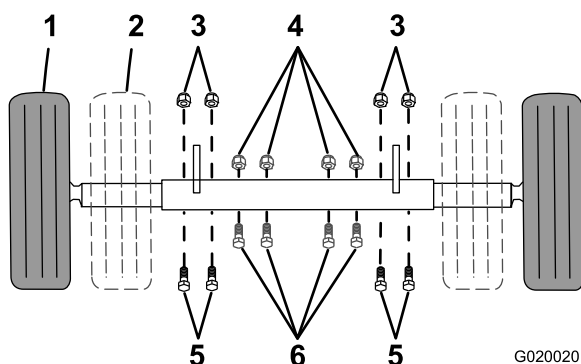

Figura 22
1. Punto de apoyo (2)
4. Retire los pernos y las tuercas que sujetan el eje interior al eje exterior (Figura 22).
- Deslice cada extremo del eje hacia dentro a la posición estrecha (Figura 22).
- Deslice cada extremo del eje hacia fuera a la posición extendida (remolcado) (Figura 22).
7. Introduzca los pernos a través de los taladros de los ejes (Figura 22).